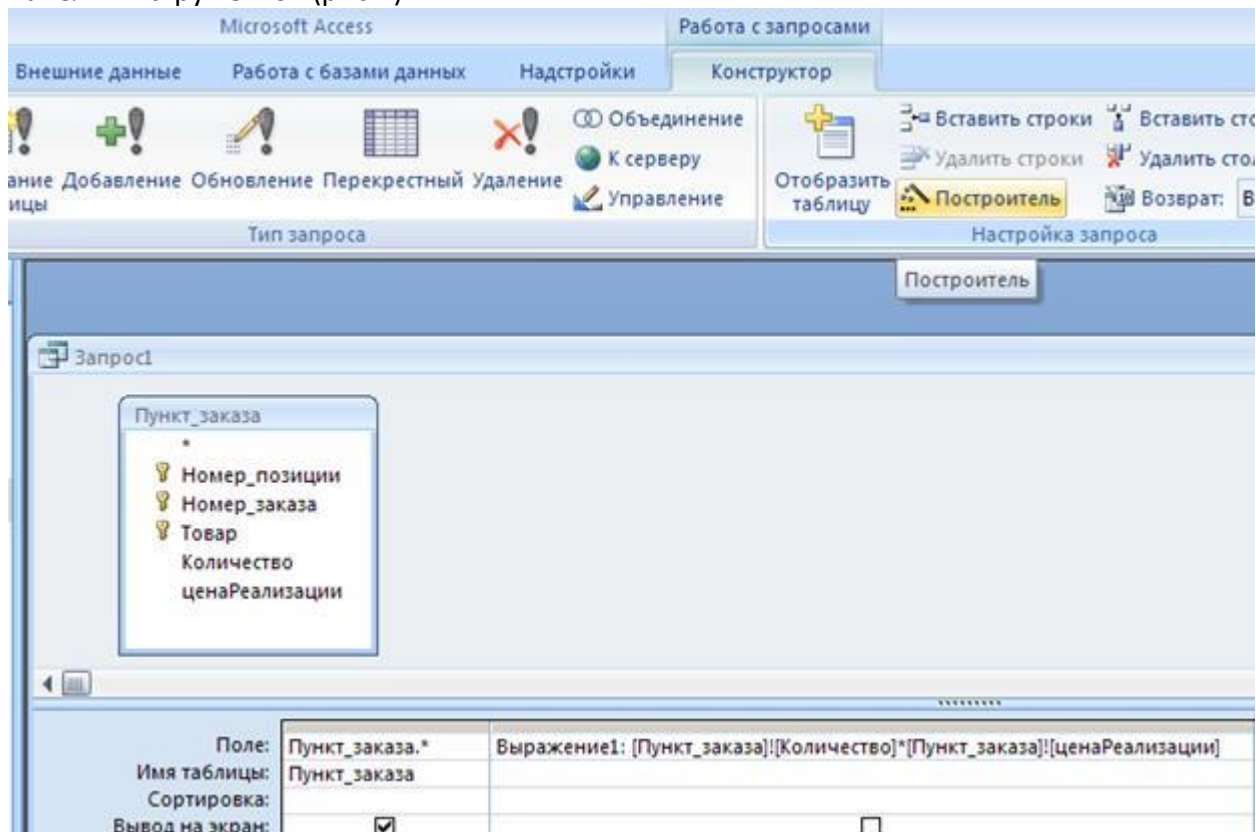

Рис.1. Создание вычисляемого поля в запросе
1. Создайте запрос для таблицы ПУНКТ_ЗАКАЗА в режиме КОНСТРУКТОРА (рис.1).
2. Перетащите элемент * из таблицы ПУНКТ_ЗАКАЗА в пустое поле бланка запроса (рис.1).
3. Щелкните мышью в следующем пустом поле и нажмите кнопку  ПОСТРОИТЕЛЬ на панели инструментов (рис.1).